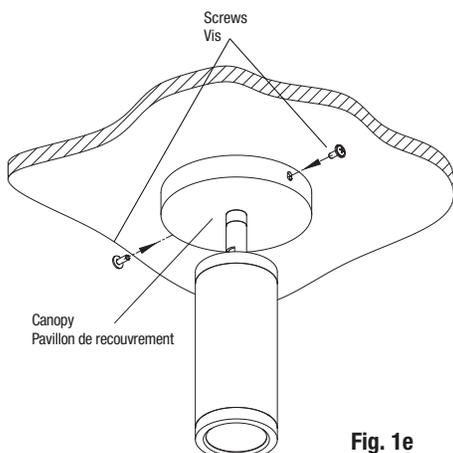

Fig. 1e
7. Install the canopy of luminaire on the ceiling Universal Spider Adaptor Plate by using the two side screws (Fig. 1e).
7. Installer le pavillon de recouvrement du luminaire sur la plaque adaptateur à débouchures universelles du plafond à l'aide des deux vis latérales (Fig. 1e).